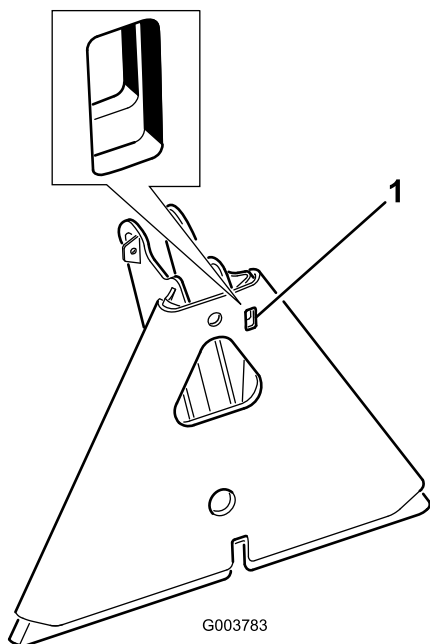

Figure 16
**Remarque:** Si l'adaptateur de l'accessoire se coince sur l'adaptateur du groupe de déplacement, insérez un levier ou un tournevis dans la fente pour faire levier et désengager les pièces (Figure 16).